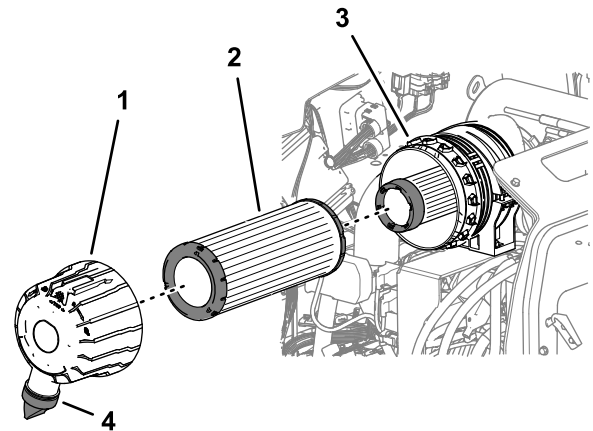

Figura 50
3. Retire el filtro de aire primario (Figura 50).